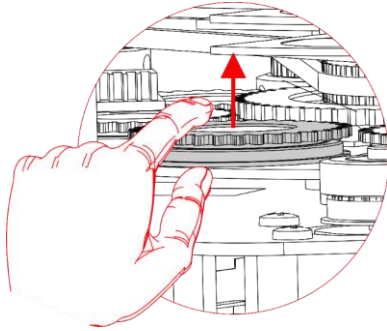
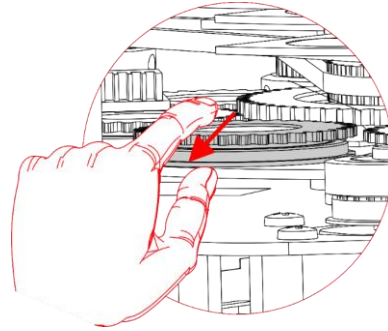

Fig. 14
Fig. 15
- 06) Sollevare delicatamente il porta gobo ed estrarlo dalla ruota gobo girevole, come indicato sulle Fig. 14 Fig. 15.